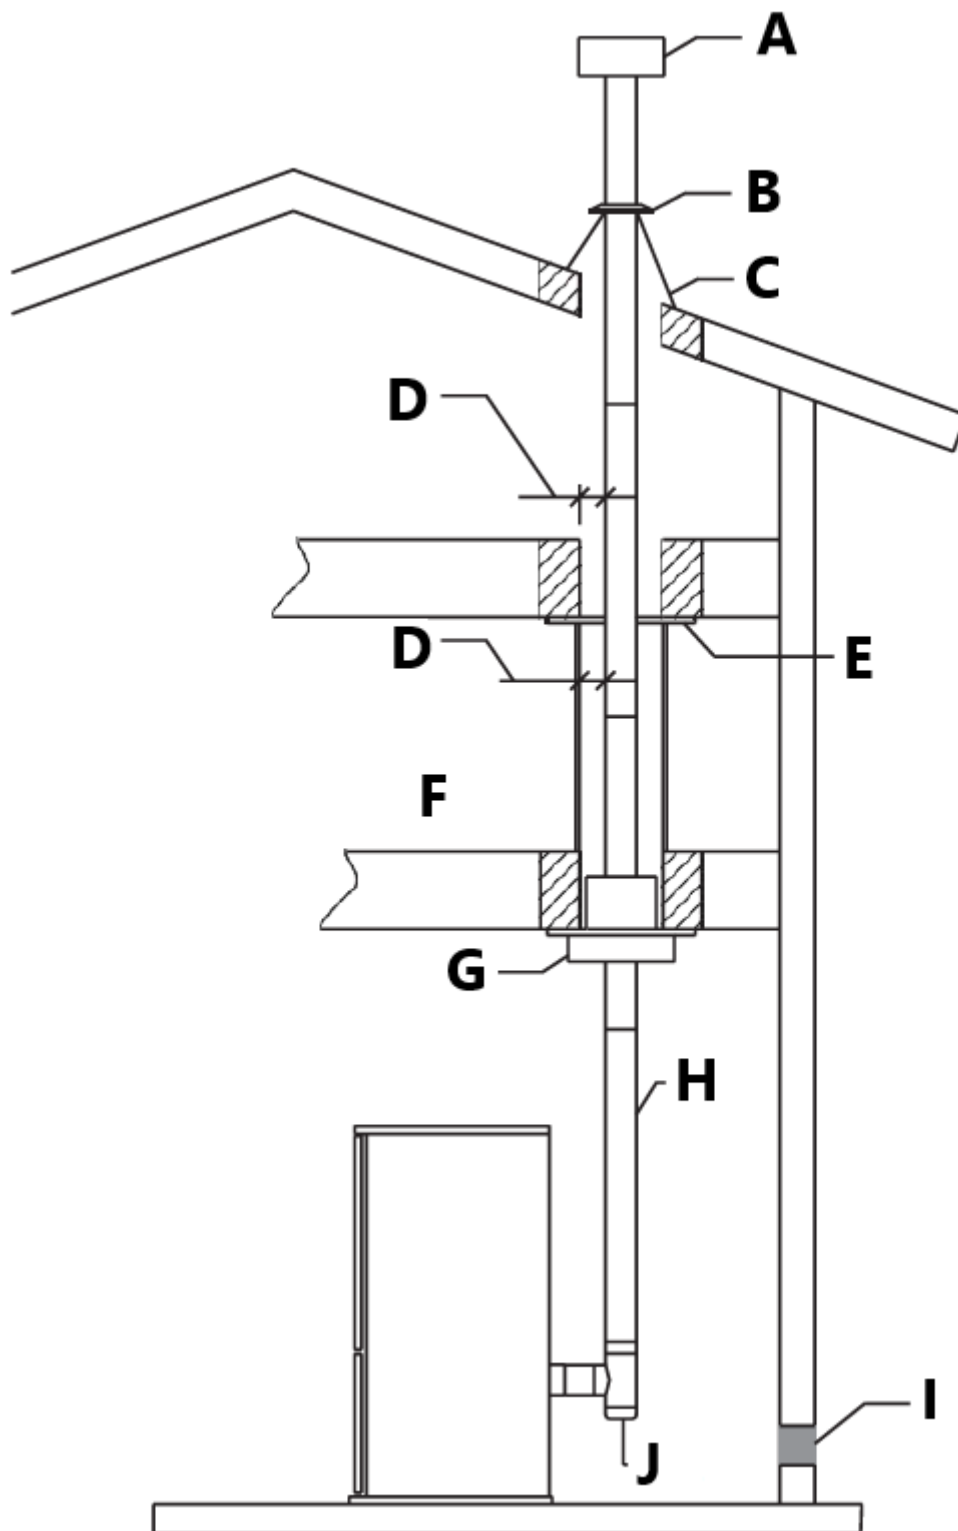

fig. 10
- Monter Black Ceiling Support fra under bjælkeniveau, og fastgør med 4-1,5" (102 mm - 38 mm) spiralsøm eller skruer (fig. 10). Alternativt kan der bruges en støtteenhed i stedet for den sorte loftstøtte. Støtteenheden passer til loftsåbningen nedefra og fastgøres til bjælkerne med 102-38 mm spiralsøm eller skruer (fig. 10).
- Brandstop er påkrævet, hvor aftrækket går igennem et gulv eller loft. Skær et hul af passende størrelse i loftet/gulvet, og monter Firestop over eller under bjælken. Fastgør Firestop med søm gennem hjørnerne (fig. 10).